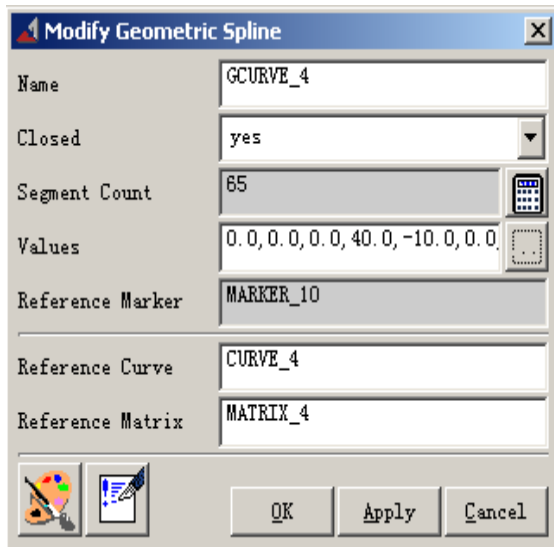
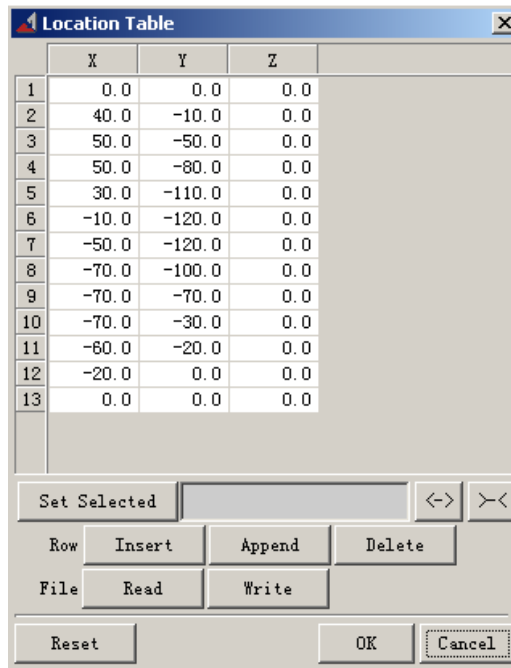

图 4-8 几何尺寸修改对话框
图 4-9 Location Table 对话框
4.6 在所画的样条曲线（绿颜色的）上右击鼠标，选择“**--Bspline: GCURVE\_4→Modify**”，出现 **Modify Geometric Spline** 对话框，如图 4-8 所示，在该对话框中选择 **Location table** 图标，出现 **Location Table** 对话框，如图 4-9 所示。由于每个人所画的样条曲线的不一样，相应的 X、Y、Z 坐标也就不一样。